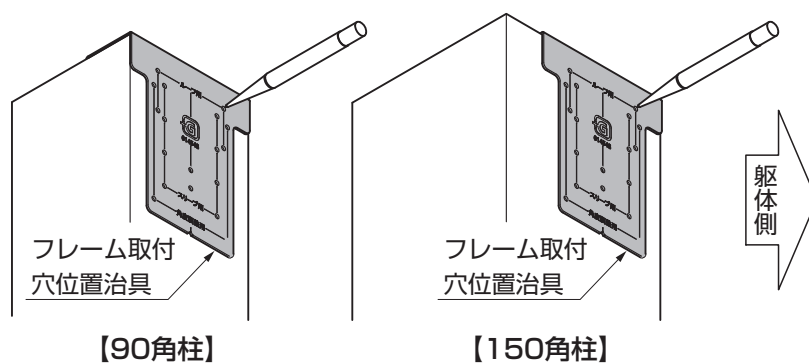

図2-2
① 柱の桁取付け面にフレーム取付穴位置治具をあて、穴位置にしるしを付けてください。(図2-2参照)